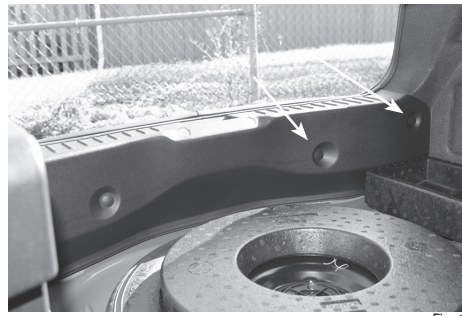

Fig. 1
2. Open the vehicle's rear hatch and remove all floor covers and the foam trays around the spare tire. Remove the rear threshold plate by removing the 4 plastic fasteners, 2 on each side (Fig.1).
2. Abra el portón trasero del vehículo y retire todas las cubiertas para el suelo y las bandejas de espuma alrededor de la rueda de repuesto. Retire la placa de umbral trasero extrayendo los 4 sujetadores de plástico, 2 a cada lado (Fig. 1).
**2.** Ouvrez la trappe arrière du véhicule et retirez tous les couvercles de sol et les plateaux en mousse autour de la roue de secours. Retirez la plaque de seuil arrière en enlevant les 4 attaches en plastique, 2 de chaque côté (Fig. 1).